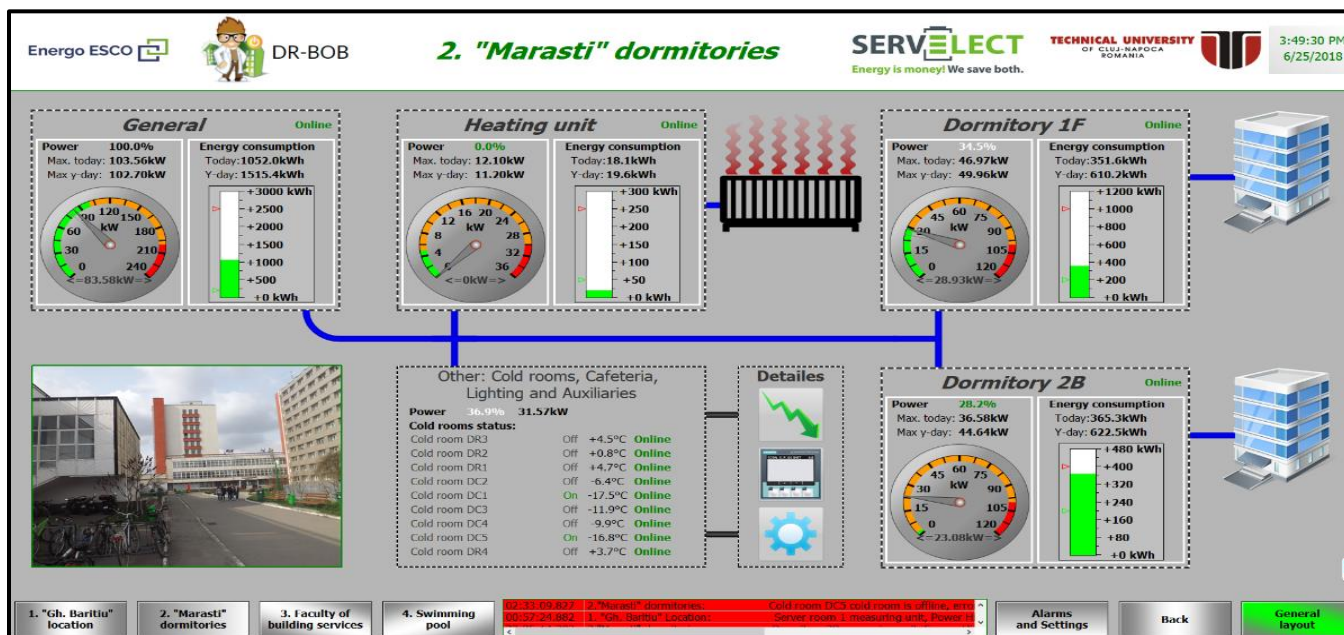

Fig.13. Componenta control Mărăști
- Acționarea prin simplu click-stânga a butonului sau imaginii „Mărăști” dormitories conduce spre același rezultat, prezent în fereastra din Fig.13.
Butoane care pot fi acționate din interfața Fig.13.: